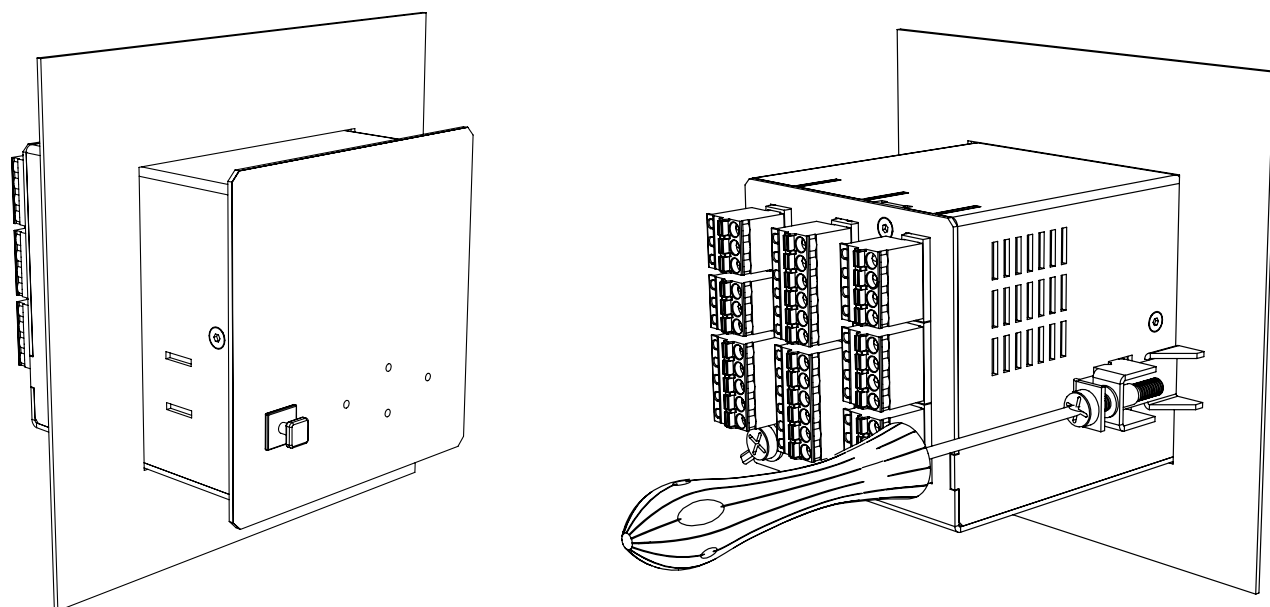

Рисунок 3.1 – Крепление устройства на щит
3.3.3 Крепление устройств осуществлять на щит согласно рис. 3.1.